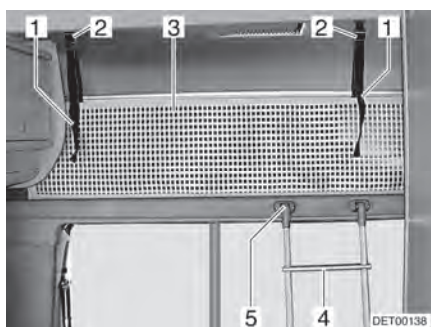

Bild 68 Alkovsäng
För att komma upp i alkovsängen ska man alltid använda den medföljande stegen (Bild 68,4).
- Haka fast stegen med krokarna (Bild 68,5) på alkovramen.
Skyddsnätet (Bild 68,3) är standard. Det ligger mellan madrassen och ribbbotten. Skyddsnätet ska först monteras när personerna som ska sova där befinner sig i alkoven.
- Haka fast fästbanden (Bild 68,1) i fästena (Bild 68,2) i taket.